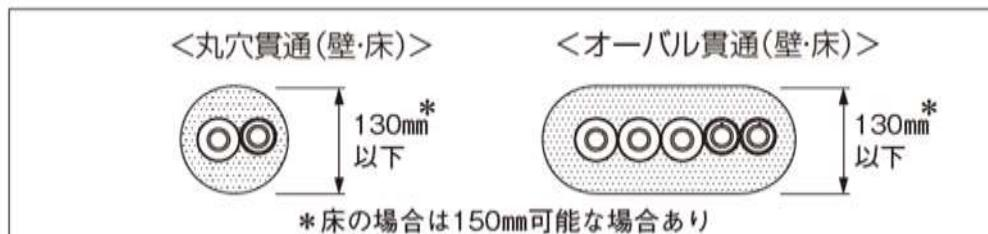

図4-4 丸穴貫通の場合
- 丸穴の場合は、占積率を考慮し、開口径は壁φ130以下、床φ130(φ150が可能な場合あり)以下にして下さい。オーバル形状の場合は矩形開口寸法以内に入るようにして下さい(図4-4)。